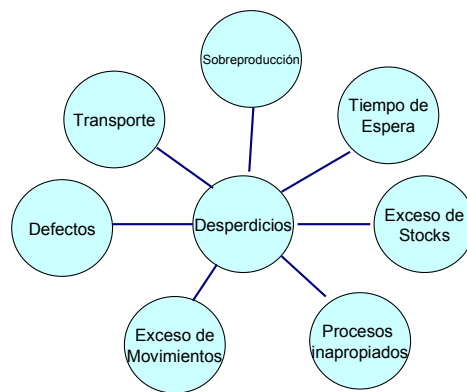

Figura 4: Los siete tipos de desperdicio (Melton, 2005).
**2) Eliminación del MUDA.** Taiichi Ohno definió el desperdicio o *MUDA* como todo lo que es adicional a los equipos, materiales, componentes y personal mínimo imprescindible para la producción. Hay 7 tipos básicos de desperdicio, tal y como se representan en la figura 4. El desperdicio puede resultar de la sobreproducción, tiempos de espera, transporte, inventarios, procesos, movimiento y defectos de productos. Estos mecanismos implican el trabajo en equipo y esta mejora del trabajo diario representa la forma de asegurarse de que el pensamiento *Lean* llegue a todos los trabajadores.